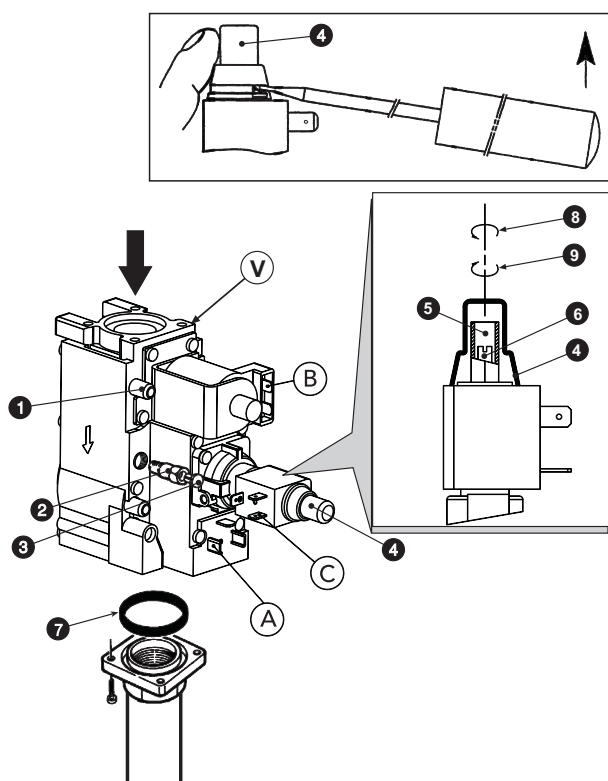

рис. 4 - Перенастройка котла на другой вид газа
Операции регулировки давления должны выполняться при работающем котле с помощью соответствующих регуляторов, установленных на 2-ступенчатых газовых клапанах (см. рис. 4)
3. Снимите защитную крышку регулятора давления 4 на рис. 4.
1. Медленно поверните ручку регулировочного термостата по часовой стрелки до 1-го щелчка; таким образом обеспечивается подача газа в отверстия A и B газового клапана (см. рис. 4).
2. Регулируйте давление с помощью винта 6 на рис. 4 и проверьте его на соответствие со значениями, приведенными в таблице технических данных на sez. 4.4.
1. Поверните ручку термостата регулировки до максимума; таким образом обеспечивается подача газа в отверстия A, B и C газового клапана (см. рис. 4).
2. Регулируйте давление с помощью винта 5 на рис. 4 и проверьте его соответствие со значениями, приведенными в таблице технических данных на sez. 4.4.
2. Снимите с газового клапана маленький колпак 3 (рис. 4), установите на клапан регулятор "STEP" зажигания 2, находящийся в комплекте перенастройки, и наденьте на него колпак 3.
Осуществляется выполнением описанных выше операций, сняв регулятор зажигания "STEP" 2 на рис. 4 с газового клапана и установив колпак 3 на рис. 4 непосредственно на клапан.